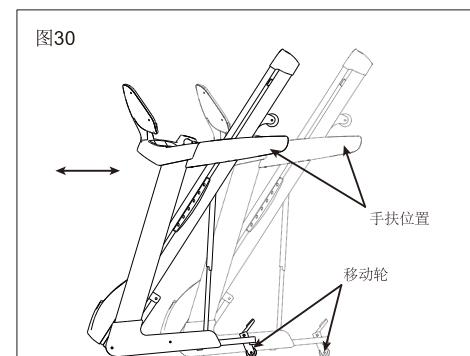

图30
2. 轻轻推动或拉动扶手，跑步机即可实现移动。非直线的移动，需要双手抬动扶手，将跑步机转到目标方向的角度再移动。（图30所示）